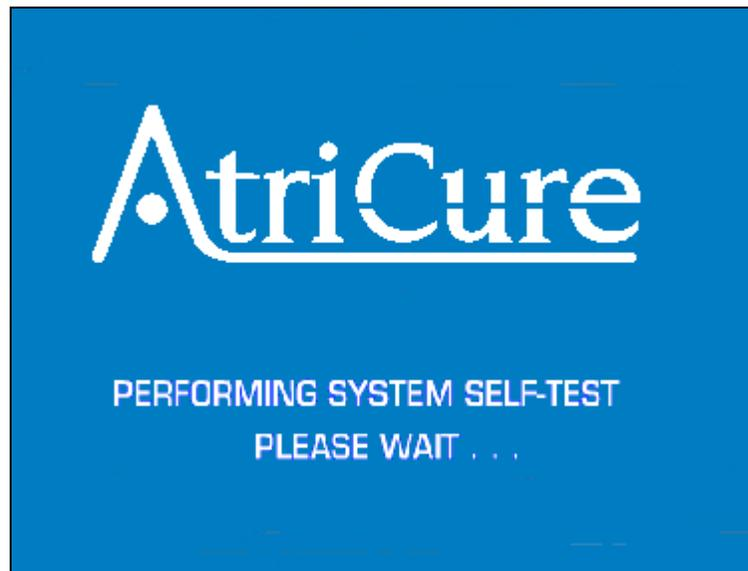

Figura 5 – Pantalla indicando autocomprobación
2. Encienda la unidad con el interruptor de alimentación situado en el módulo de entrada de alimentación del panel posterior. Al encenderse la unidad, el sistema inicia las pruebas de autocomprobación. Observe la figura 5. Si todas las pruebas de autocomprobación son satisfactorias, el sistema entra en modo de ESPERA. Si falla alguna prueba de autocomprobación, el sistema pasa a modo de FALLO. La autocomprobación emite dos señales sonoras breves durante el arranque. El operador debe verificar la emisión de estas señales sonoras.